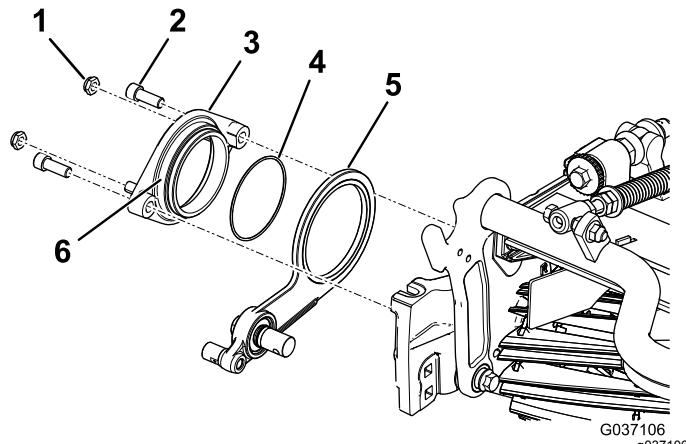

図 8
3. ピボットハブアセンブリの外側に、固着防止コンパウンドを塗る図 8。
4. アイドラアセンブリの上から、リールにピボットハブを固定する六角ソケットボルト2本を使用する図 8。
5. ピボットハブにロックナット2個を仮止めする図 8。